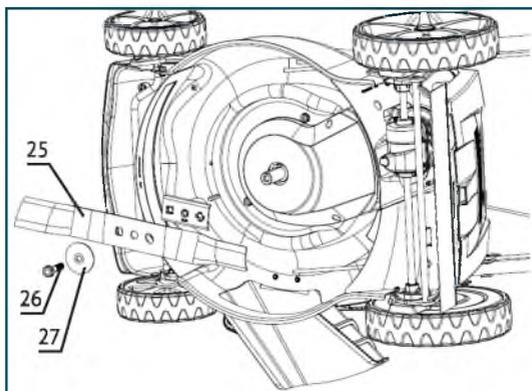

Рис.21
- Для замены используйте оригинальные ножи **HYUNDAI**. Замена производится в следующем порядке (рис. 21):
- открутите болт (26). Для предотвращения проворачивания ножей при раскручивании болта используйте деревянный блок. Для защиты рук рекомендуется использовать прочные перчатки.
- снимите дефектный нож и поставьте новый (25)
- наденьте шайбу (27) правильной стороной на болт (выпуклой стороной в сторону шляпки болта)